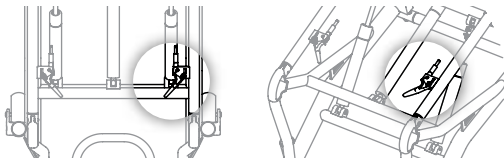

Figure 17.16
- 3 Relâchez le levier aux positions souhaitées. Voir la figure 17.16 pour l'emplacement du levier d'ajustement de l'inclinaison du dossier.
L'Elevation avec ajustement de l'inclinaison en temps réel possède un design de dossier unique permettant un ajustement dynamique. Le dossier peut être ajusté selon la position de l'occupant en activant simplement le levier d'ajustement situé à l'avant du fauteuil, sous le siège. (Voir la figure 17.16) L'activation du levier d'ajustement permettra le mouvement du dossier vers l'avant ou l'arrière.